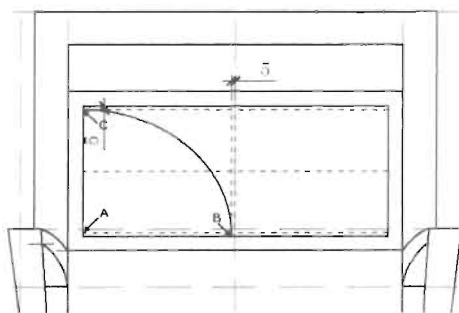

图 6-81
(4) 单击“绘图”工具栏中的“椭圆弧”按钮, 绘制一段如图 6-81 所示的椭圆弧, 命令执行过程如下。